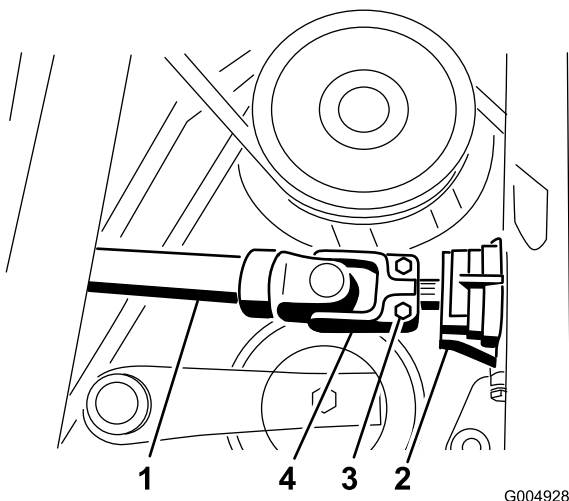

Figura 35
8. Retire el pasador cilíndrico, y desconecte el árbol de transmisión del eje de la caja de engranajes (Figura 35).